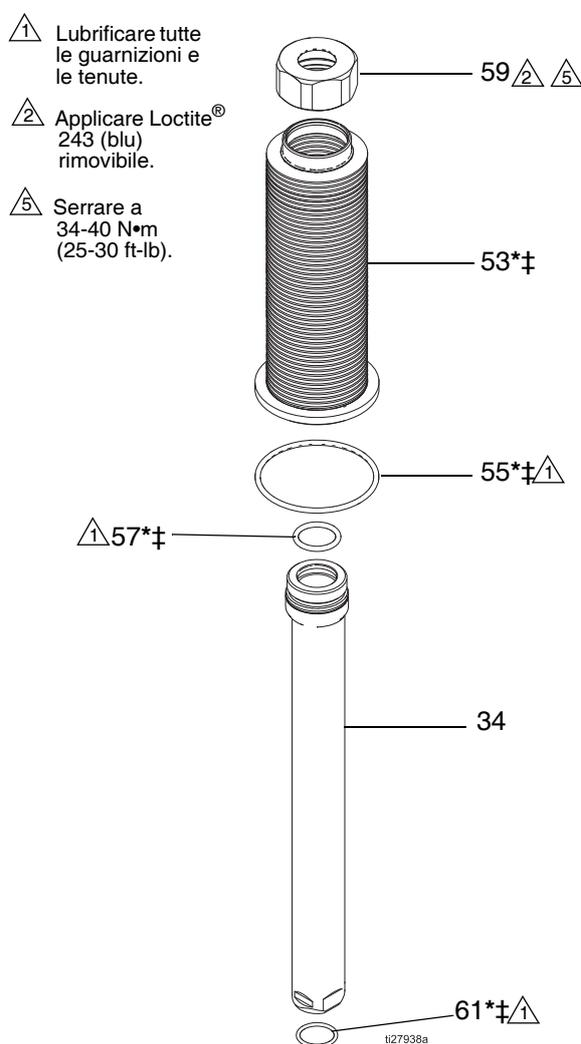

FIG. 4. Smontare o montare il soffiutto
- Rimuovere l'O-ring del soffiello (55).
- Rimuovere il gruppo soffiello dalla camera del soffiello (45).
NOTA: il gruppo soffiello comprende il dado del soffiello (59), il soffiello (53), gli O-ring (57 e 61) e la camicia del soffiello (34). Per lo smontaggio, vedere le istruzioni a pagina 8 e la FIG. 4 a pagina 9.
- Rimuovere le quattro viti a brugola (40) dalla base della camera del soffiello (45). Sollevare in verticale la camera del soffiello dal blocco di uscita del fluido (16). Fare attenzione a non danneggiare l'asta del pistone (17).
Vedere FIG. 4, pagina 9.
7. Rimuovere l'O-ring del soffiETTO (55). Vedere FIG. 4, pagina 9.
8. Rimuovere il gruppo soffiETTO dalla camera del soffiETTO (45). Rimuovere l'O-ring (57).
9. In caso di guasto al soffiETTO, rimuovere anche la valvola di sfiato (26) dalla piastra superiore. Pulire il percorso del fluido eliminando la vernice incrostata.